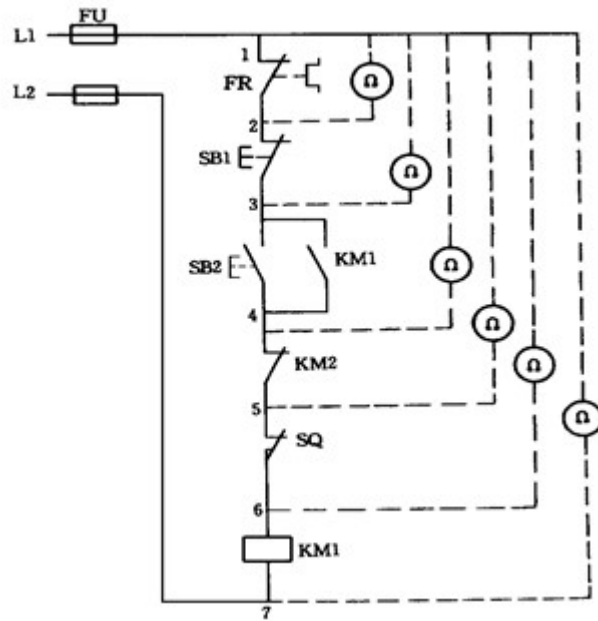

Figura 4.2.4 Medición de resistencia paso a paso
a. Método de medición paso a paso El método de medición de resistencia paso a paso se muestra en la Figura 4.2.4.